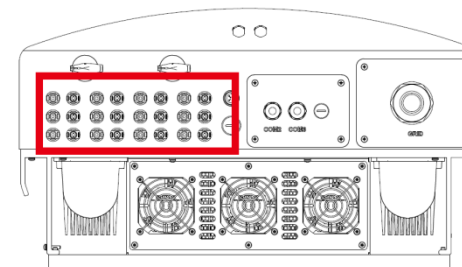

Рисунок 5.16 – Подсоединение коннекторов постоянного тока к инвертору
5. Подсоедините подготовленные кабели постоянного тока к инвертору. Раздастся щелчок, который подтвердит, что соединение установлено (см. Рисунок 5.16).